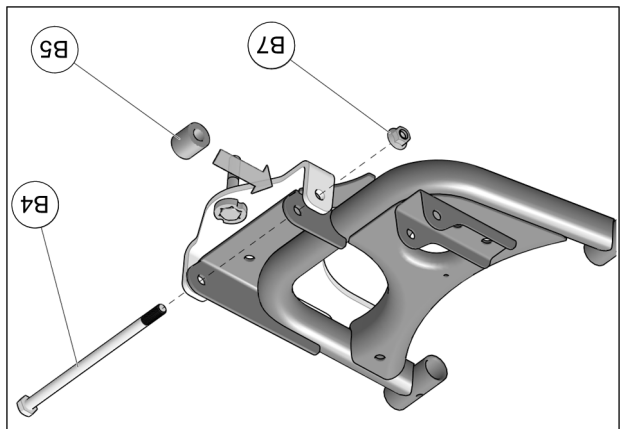

Fig. 8
7. Insérer l'espaceur (B5) entre l'ancrage et le bras de suspension et aligner les trous ensemble. L'espaceur doit être positionné au côté du bras de suspension qui est vers l'arrière du véhicule. Fixer l'ancrage, le bras de suspension et le moyeu de roue avec le nouveau boulon M10 (B4) et l'écrou (B7). Voir la Fig. 8